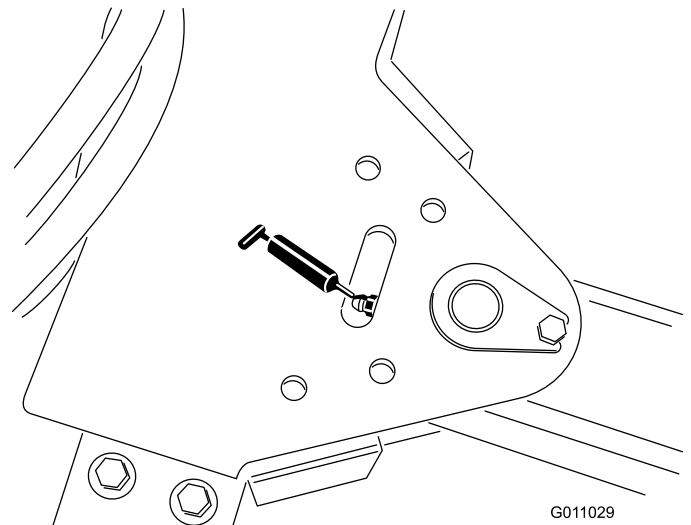

Figure 36
- Hitch tongue pivot (1) (Figure 36).